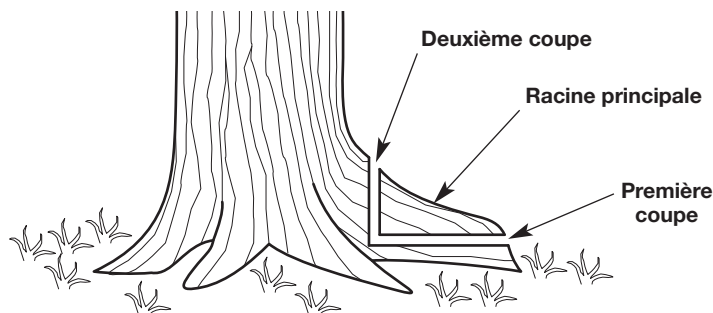

Fig. 11
1. Faites une coupe horizontale dans la racine principale (Fig. 11). Pour éviter que le guide-chaîne ne soit pincé par le poids du bois, faites toujours cette coupe en premier.
2. Faites une coupe verticale dans la racine principale (Fig. 11).